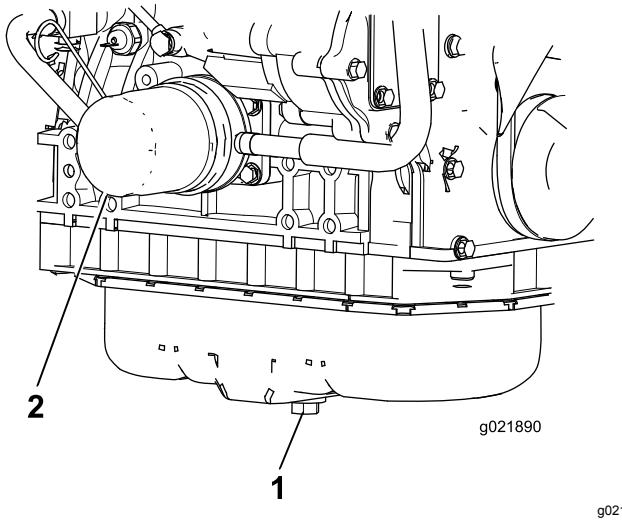

Bild 66
1. Entfernen Sie die Ablassschraube (Bild 66) und lassen Sie das Öl in die Auffangwanne ab. Schrauben Sie die Ablassschraube wieder ein, nachdem das Öl abgelaufen ist.
2. Entfernen Sie den Ölfilter (Bild 66). Ölen Sie die neue Dichtung am Ölfilter leicht mit frischem Öl ein, bevor Sie den Filter eindrehen. **Ziehen Sie nicht zu fest.**